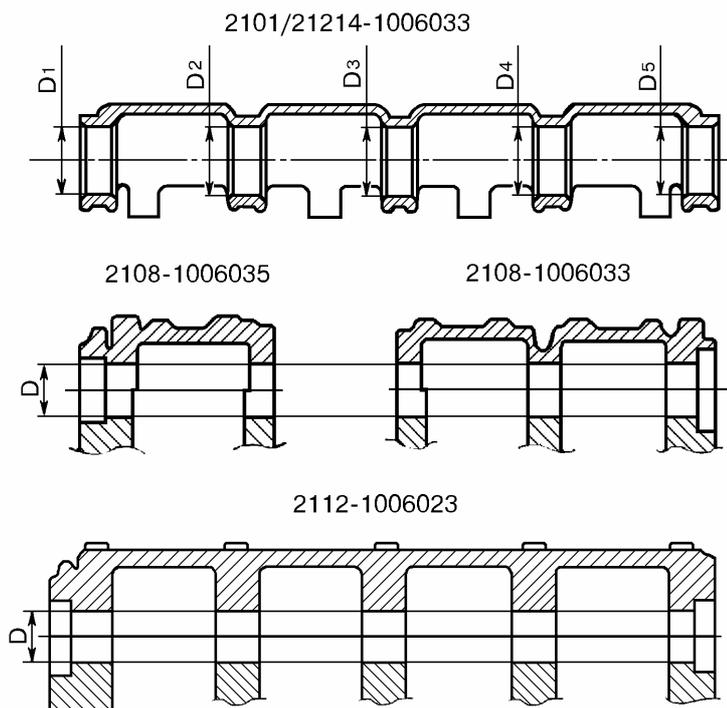

Рис.33.
4.2.8 Корпус подшипников распределительного вала, рис.33.